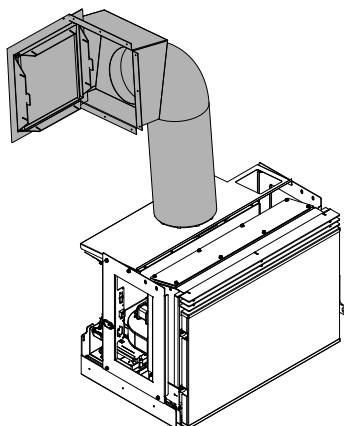

Fig. 38
- Système de chargement avec tuyau métallique flexible et volet de chargement (**Fig. 38**).